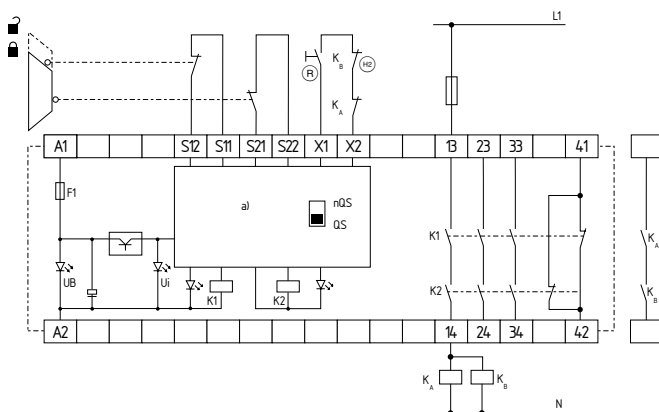

Fig. 4
Controllo a due canali, rappresentato utilizzando l'esempio di un sistema di sorveglianza porta con due interruttori di posizione, di cui uno con contatto ad apertura obbligata, pulsante di Reset esterno (R) (vedere Fig. 4)
- (R) = circuito di ripristino